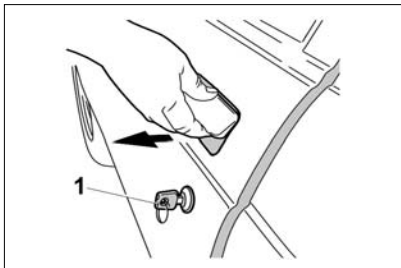
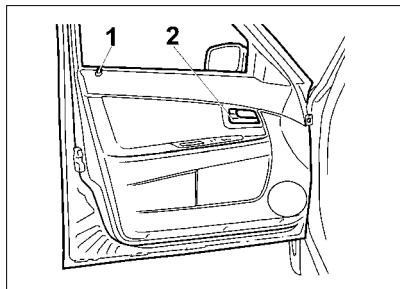
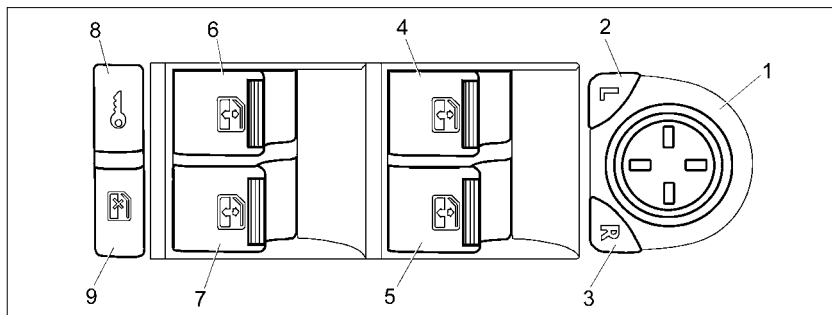
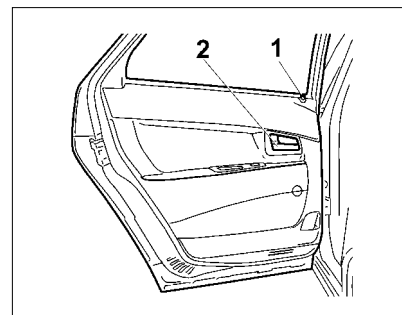

Рис. 3. Открывание двери
Рис. 4. Передняя левая дверь
Рис. 6. Модуль двери водителя
Рис. 7. Задняя левая дверь
Рис. 3а. Открывание двери
Передние двери блокируются: снаружи – поворотом ключа 1 (рис. 3, 3а) или нажатием кнопки блокировки  на пульте дистан-
ционного управления; изнутри – нажатием кнопки 1 (рис. 4, 5) на обивке двери или клавиши 8 в модуле двери водителя (рис. 6). Блокировать замки передних дверей можно только при закрытых дверях.
* В вариантном исполнении переключателя поз. 6, 7, 9 рис. 6 могут отсутствовать.
Двери открываются: снаружи – за ручку в направлении стрелки (рис. 3), а изнутри – поворотом на себя рукоятки 2 (рис. 4, 5). Если замок двери заблокирован, то ручка будет иметь холостой ход.
Для подъема и опускания стекол передних и задних дверей используются электростеклоподъемники, которые могут управляться от переключателей модуля двери водителя (рис. 6, поз. 4...7)*, от переключателей в пассажирских дверях и от кнопок и пульта дистанционного управления. Для подъема нужного Вам стекла потяните за край соответствующего переключателя электростеклоподъемника вверх.
ем кнопки 1 (рис. 7, 8) на двери или клавиши 8  в модуле двери водителя (рис. 6). Блокировка замков задних дверей возможна как при открытых, так и при закрытых дверях.
Для опускания и подъема стекла задних дверей используются электростеклоподъемники (**в варианном исполнении**), которые приводятся в действие переключателями 6 и 7 (рис. 6) в модуле двери водителя и кнопками  и  пульта дистанционного управления.